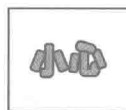

图 1-3 小心符号
- (3) 小心：该符号指出含有重要的操作使用说明的信息，不遵守该符号可能导致破坏或危险，如图 1-3 所示。